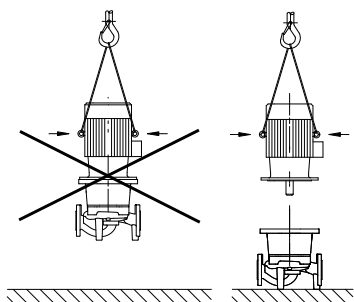

Fig. 4: Transport av motoren
- Transportløkkene på motoren er bare godkjent for transport av motoren, ikke hele pumpen (fig. 4).